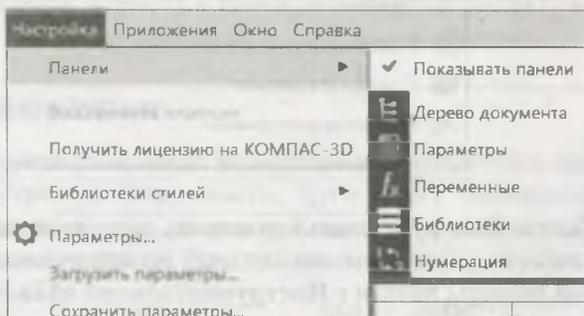

Рис. 3.11. Выпадающее меню пункта Настройка
- ◆ **Настройка** — содержит команды для включения/выключения (рис. 3.11) панели **Управления**, библиотеки стилей, панели **Параметры**;